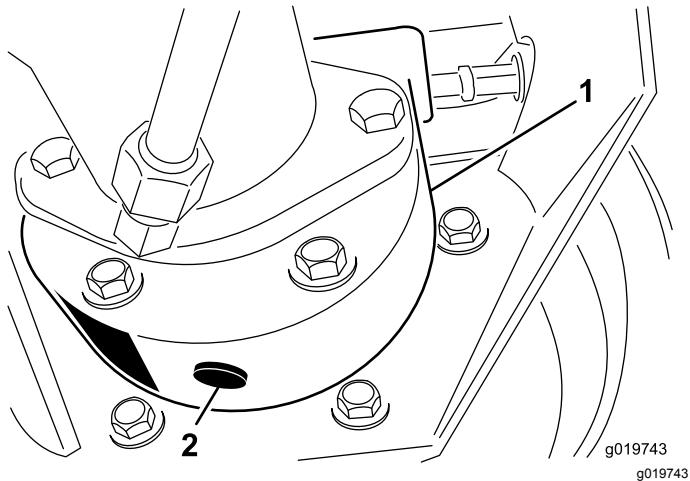

Figure 67
3. Placez un bac de vidange sous le carter de frein et enlevez le bouchon pour permettre à l'huile de s'écouler (Figure 67).